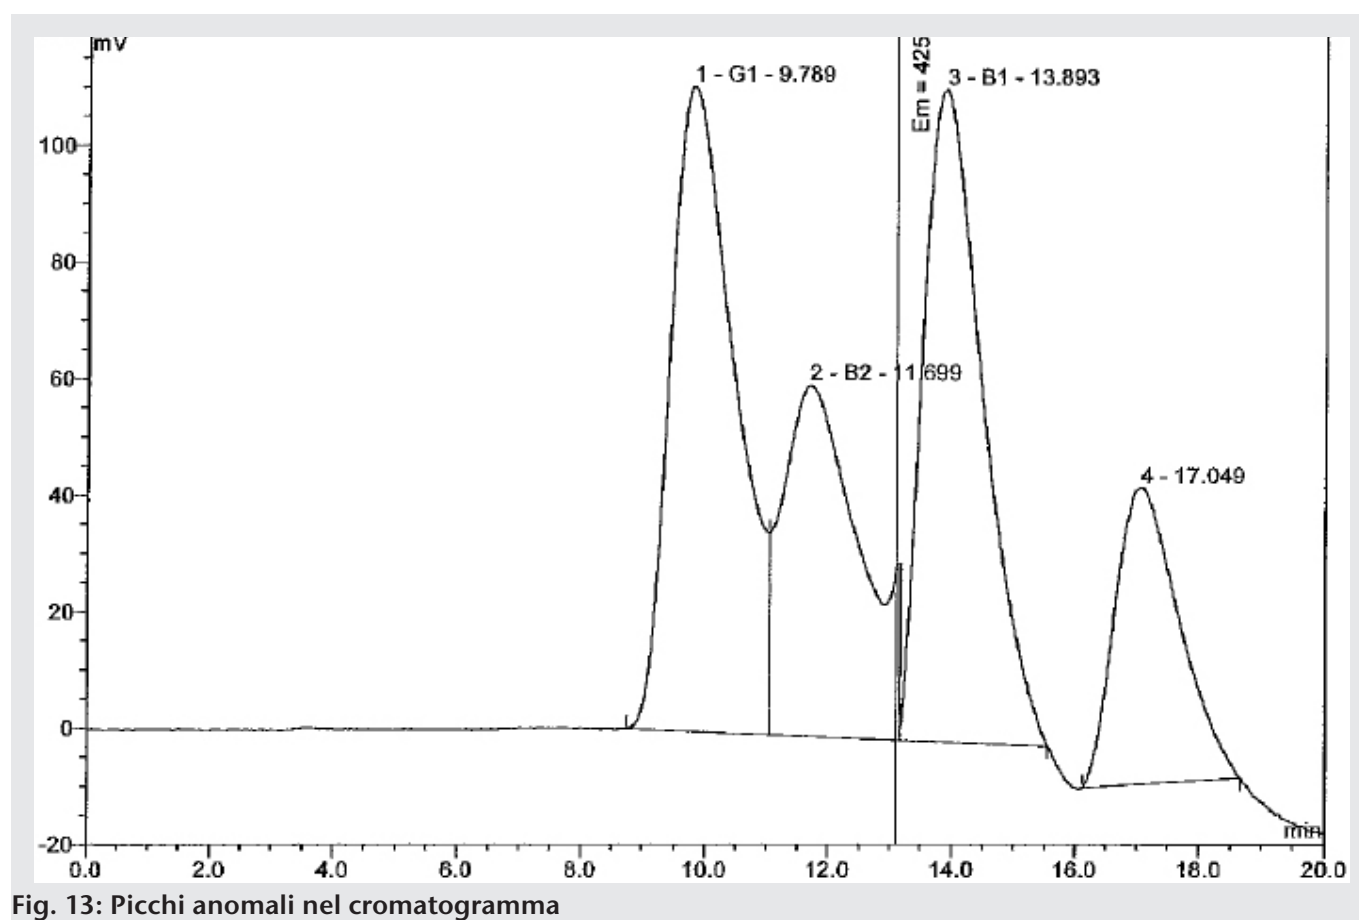

Fig. 13: Picchi anomali nel cromatogramma
- La presenza di picchi anomali sul cromatogramma HPLC normalmente non dipende da KOBRA® CELL (Fig. 13).